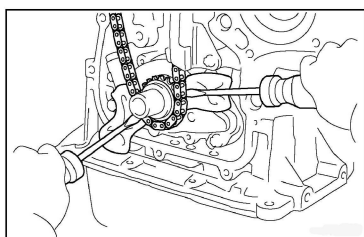

Рисунок II-125
3. Снимите звездочку коленчатого вала (см. *Рисунок II-125*).